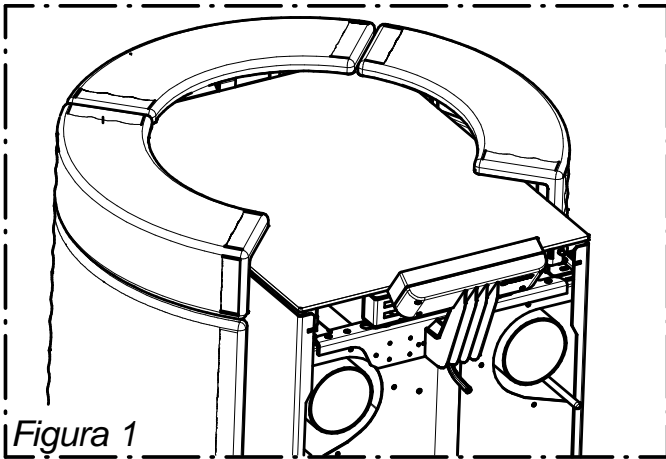

Figura 1
- Procedere quindi al montaggio della ceramica (6↑), del fianco metallo (7↑) e della ceramica (9↑) (Figura 1).
Il vostro apparecchio è fornito di una maniglia per aprire la porta focolare, detto strumento deve essere utilizzato per aprire la porta e procedere poi alle operazioni di pulizia (vedi paragrafo 8). La maniglia, quando non è utilizzata, può essere riposta sul retro dell'apparecchio dove è presente un apposito gancio (vedi Figura 1 e 2).